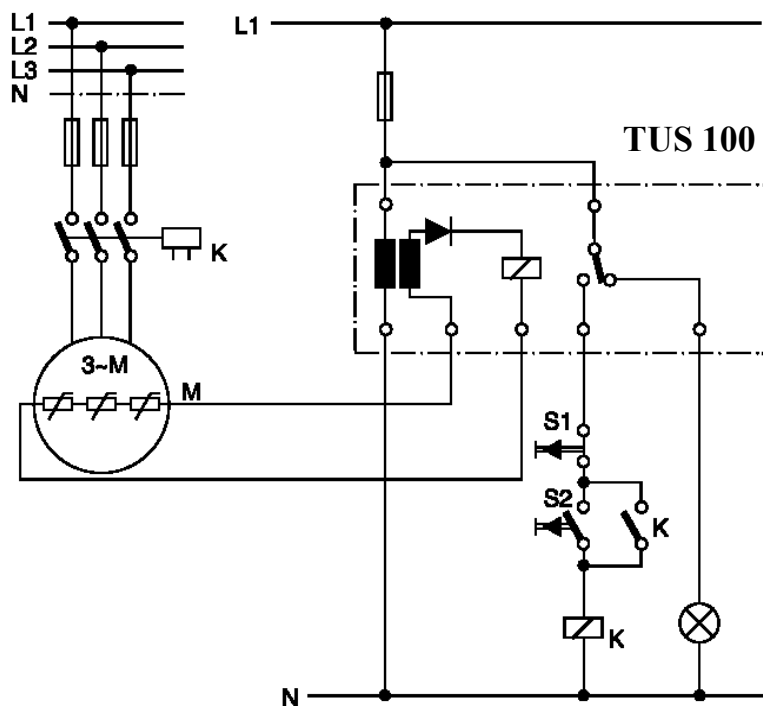

Рис. 3. Пример включения модуль защиты TUS 100
5.5. Пример включения модуль защиты TUS 100 в цепь управления электродвигателем (рис. 3).